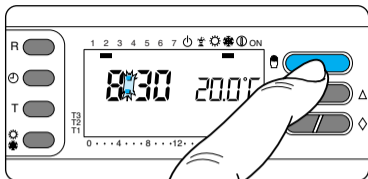

Fig. 75
**15.2** - Mediante il pulsante  predisporre l'apparecchio in funzionamento MANUALE (fig. 75).